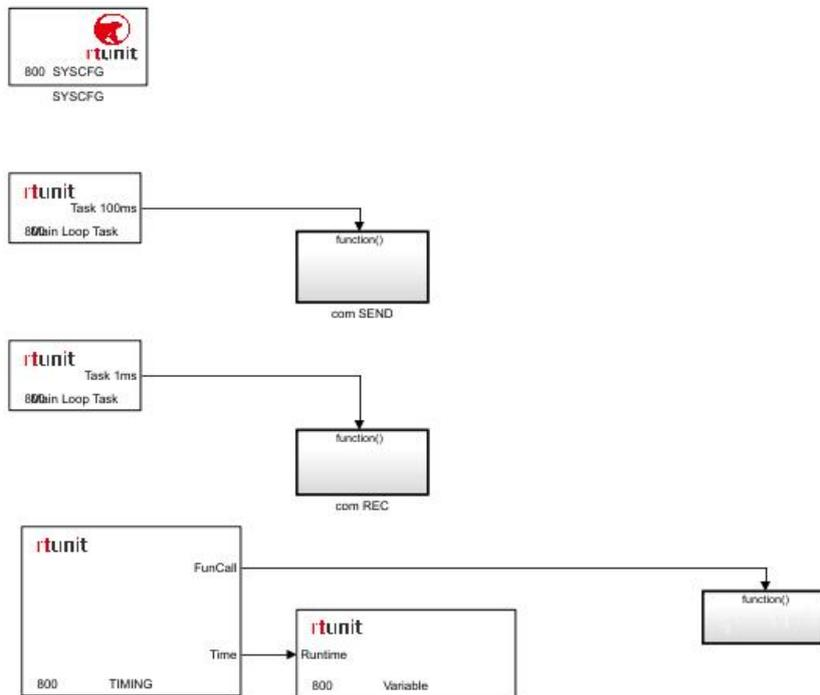

图 4.6 创建 Logic 模型 4
4、双击 Logic 按钮进入 Matlab/Simulink 界面，如图 4.6 所示；